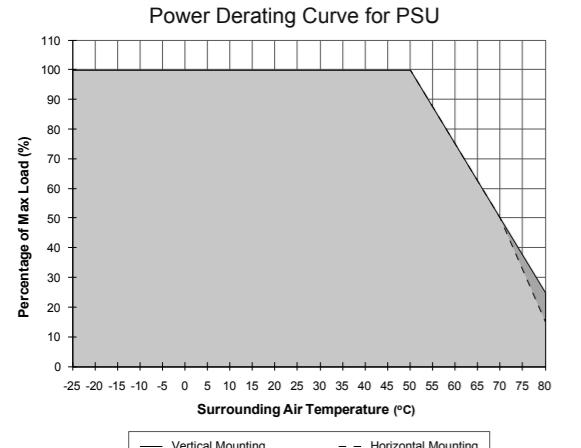

Figure 7
Betriebstemperaturbereich (Umgebungstemperatur)	-25°C bis +80°C (Leistungsherabsetzung gemäß Abb. 7)
5.4. Thermal behavior (Fig. 7)